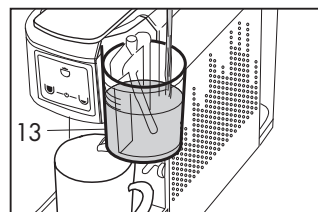

Fig. 13
- Togliere il coperchio del bicchiere latte (13) e riempire il bicchiere con il latte facendo attenzione a non superare il livello indicato (si consiglia una dose di 90 cc di latte). (Fig. 13)
- Chiudere il bicchiere del latte (13) con il coperchio. Se non si chiude il bicchiere con il coperchio, la macchina non funziona.